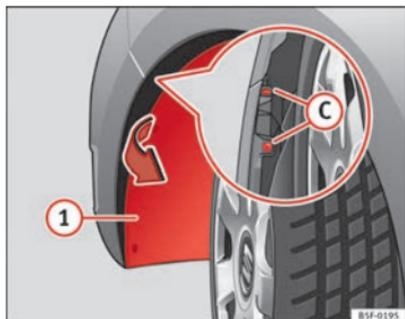

Fig. 149 Faro antiniebla: acceso al conector y al portalámparas
- Tire del pasarueda **1** ⇒ fig. 149 para dar acceso a los 2 tornillos **C** ⇒ fig. 149 del parachoques que quedan escondidos.